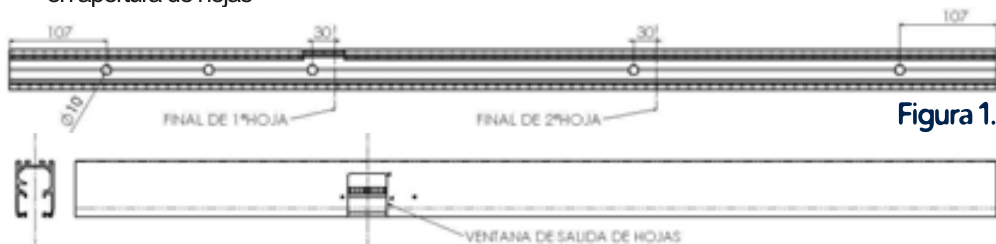

Figura 1.
El perfil "**Marco Superior**" está mecanizado de fabrica con orificios de 10mm según se indica en la (figura 1).
- Para fijar el "Perfil Expansor Superior" al techo hay que usar los orificios de \varnothing 10mm ya perforados en el mismo, tal como se ha descrito previamente para el "Perfil Marco Superior" (figura 1). En este caso el "Perfil Marco Superior" presenta orificios pasantes de \varnothing 20mm para poder fijar a techo el "Perfil Expansor Superior".
El perfil "Marco Inferior" está mecanizado de fabrica (figura 8) con orificios de \varnothing 10mm según el mismo esquema (figura 1) de "Marco Superior":